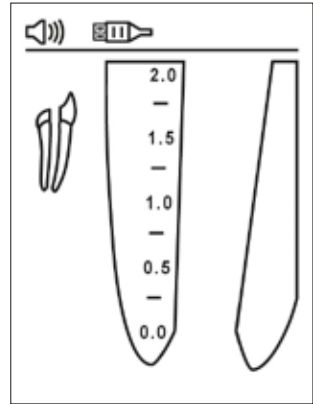

Abbildung 3
- 6.4.2. Das Messkabel in den Anschluss am Gerät stecken und sicherstellen, dass das Symbol „Kabel“ in der Statusleiste erscheint (Abb. 3).